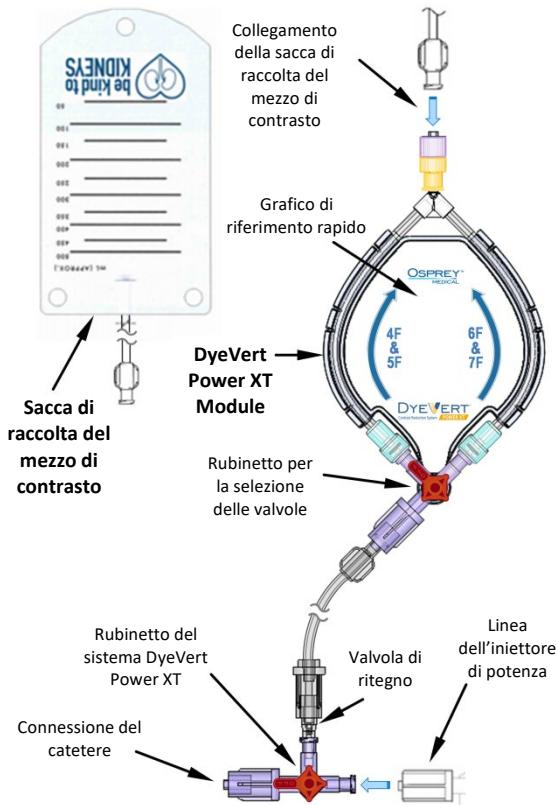
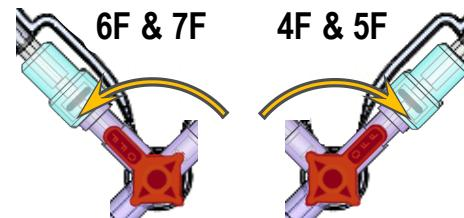

Figura 1: Componenti e montaggio del dispositivo
Figura 4 - Rubinetto di selezione della valvola DyeVert
- 3) Collegare il raccordo luer femmina del rubinetto del sistema DyeVert Power XT al raccordo luer maschio all'estremità della linea dell'iniettore di potenza (vedere Figura 1).
- 4) Accertarsi che il rubinetto del sistema DyeVert Power XT sia orientato con OFF verso la connessione del catetere e ON verso il *rubinetto per la selezione delle valvole* (vedere la Figura 1).
8) Collegare la sacca di raccolta del mezzo di contrasto al raccordo luer situato all'estremità distale del sistema DyeVert Power XT (vedere Figura 1).
- c. A seconda delle dimensioni del catetere utilizzato per la procedura e conformemente al flusso del fluido mostrato nella Figura 1, orientare il *rubinetto per la selezione delle valvole* alla posizione corrispondente "4 F e 5 F" o "6 F e 7 F" (vedere Figura 4).